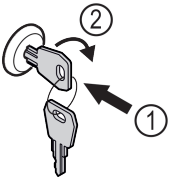

Fig. 90 Immagine a titolo di esempio
- ▶ Inserire la chiave Fig. 90 (1).
- ▶ Ruotare la chiave di 90° in senso orario Fig. 90 (2).